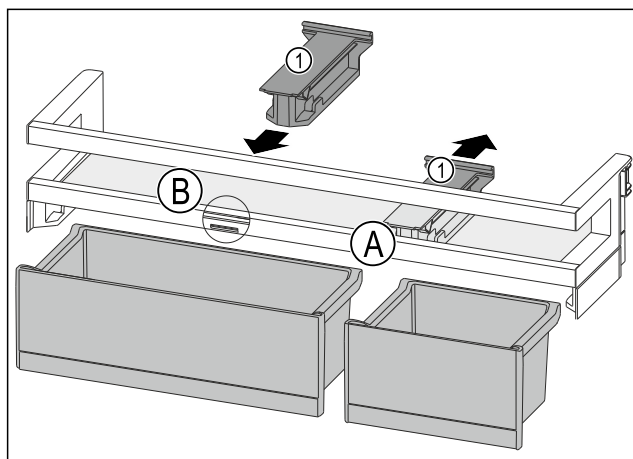

Fig. 87
- Retire la pieza de retención Fig. 87 (1) hacia atrás hacia la posición Fig. 87 (A).
- Inserte la pieza de retención Fig. 87 (1) en la posición Fig. 87 (B).